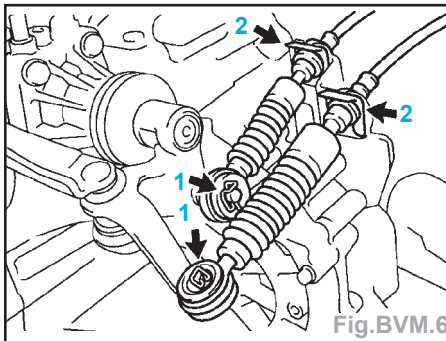

Fig.BVM.6
- Débrancher les câbles de commande de la boîte (Fig.BVM.6) :
- déposer les 2 goupilles et les 2 rondelles (1),
- déposer les 2 goupilles et débrancher les 2 câbles de commande (2).